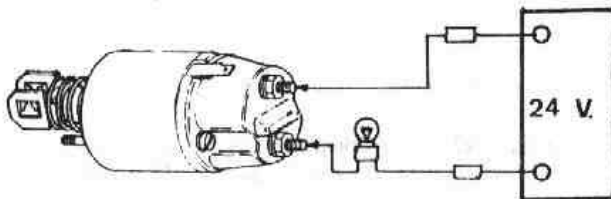

Fig. N2-34 Comprobación solenoide
- 3.6.1. Conectar una lámpara de pruebas de 60 W. (Fig. N2-34), alimentada por una batería de 24 V., entre los terminales principales del solenoide. La lámpara no deberá encenderse, si se encendiera, habría que montar un solenoide nuevo.